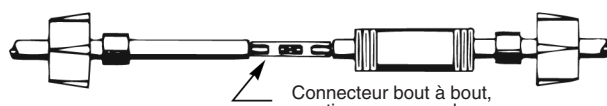

Figure 8 – Extrémités des fils raccordés.
- Introduire l'extrémité du fil dans un connecteur bout à bout et serrer. **Appairer** les couleurs des fils de la source d'alimentation et du moteur (voir Fig. 8).